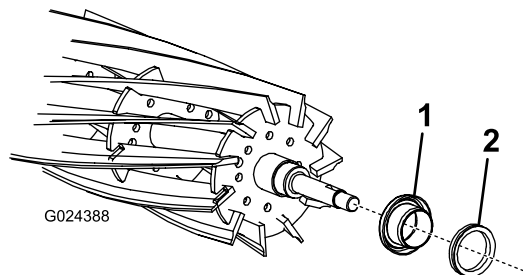

Figura 7
5. Remova o aro em V da manga em cada extremidade do eixo do cilindro (Figura 7).